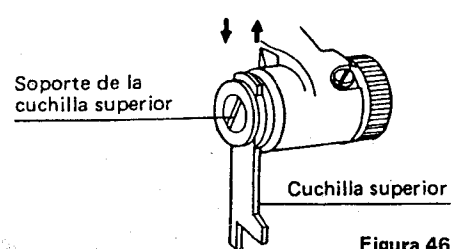

Figura 46
2. Afloje el tornillo de fijación de la cuchilla superior de manera que esta pueda tirarse hacia arriba. (Figura 46)